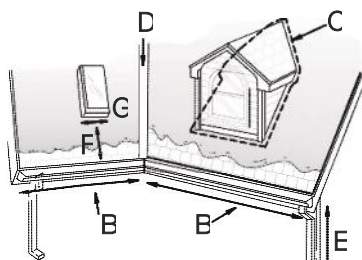

Figure B-3. Prises de mesures du toit
ÉTAPE 1. Pour chaque zone figurant au Tableau B-5, mesurez les dimensions requises (voir la Figure B-1 à la page 17 et la Figure B-3) et calculez la longueur de câble nécessaire. Additionnez le résultat obtenu (calculé) pour chaque «zone» pour déterminer la longueur totale de câble nécessaire.
Cet exemple illustre comment estimer la longueur de câble nécessaire pour une zone de toit à problème limitée – un puits de lumière (voir la Figure B-3 à la page 17). Pour ce toit, vous traiteriez uniquement la zone à problème sous le puits de lumière. Cette section de toit a :